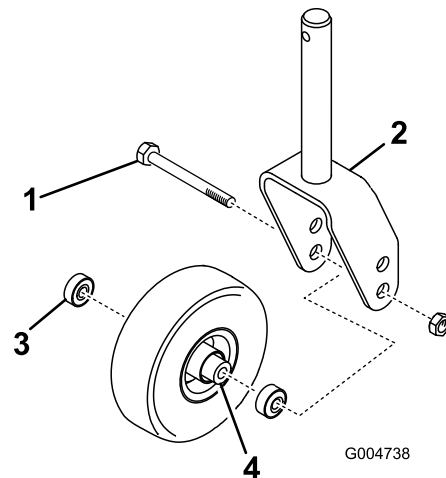
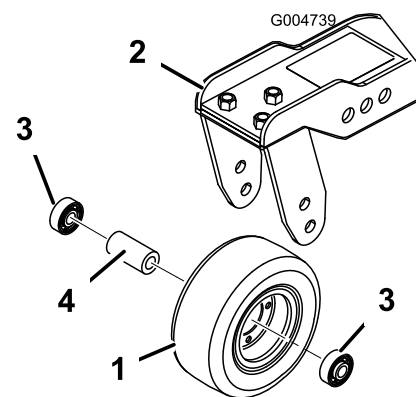

Figura 125
Figura 126
1. Retire a porca de bloqueio do parafuso que fixa o conjunto da roda giratória entre a forquilha da roda giratória (Figura 125) ou o braço articulado da roda giratória (Figura 126).
2. Retire o rolamento do cubo da roda e deixe cair o espaçador do rolamento para fora (Figura 125 e Figura 126).